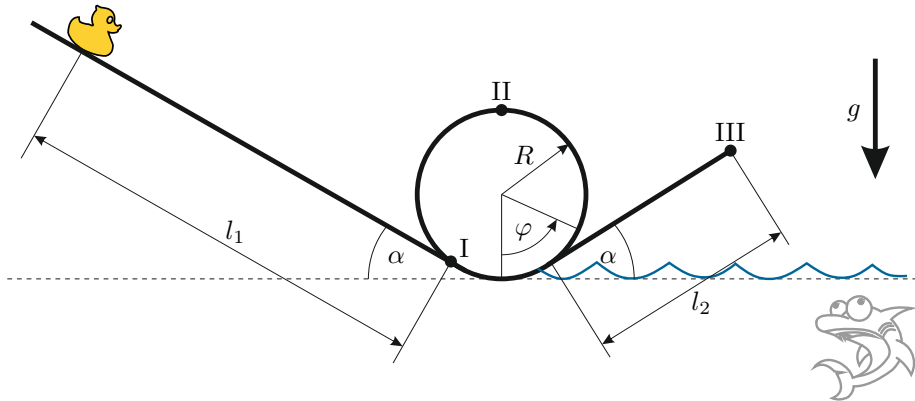

Abbildung 3: Rutsche mit Looping.
2. In dieser Aufgabe wird eine Rutsche mit Looping, wie in Abbildung 3 dargestellt, untersucht. Die Ente mit der Punktmasse m rutscht die trockene Rutsche mit dem Winkel α und dem Reibungskoeffizienten μ_R herab. Die Ente bewegt sich anschließend auf dem Looping um schließlich Punkt III zu erreichen. 10,5 P. |